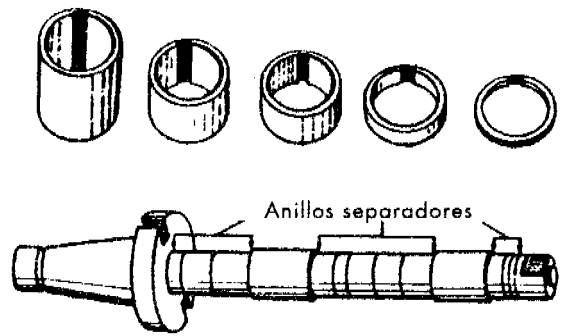

Figura 3
*Anillos separadores* ( Figura 3 )